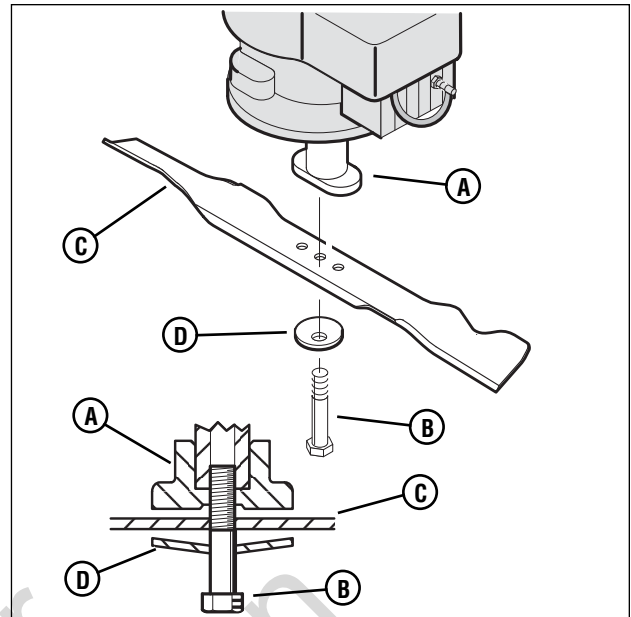

Figura 22: Desmontaje de la cuchilla
Revise frecuentemente la cuchilla en cuanto a desgaste o daño tales como grietas. Revise frecuentemente el perno que sostiene la cuchilla. Mantenga apretado el perno. Si la cuchilla golpea un objeto, detenga el motor. Desconecte el cable de la bujía. Revise el adaptador (A, Figura 22) de la cuchilla en cuanto a daño. Revise en busca de una cuchilla doblada o dañada, una cuchilla gravemente desgastada, u otro daño. Antes de operar la unidad, las piezas dañadas deben reemplazarse con piezas de repuesto de fábrica. Por seguridad, reemplace cada dos años la cuchilla. Mantenga afilada la cuchilla. Una cuchilla que no está afilada provocará que los extremos del césped se vuelvan de color marrón. Desmonte la cuchilla de la siguiente manera.
4. Remueva el perno (B, Figura 22) que sostiene la cuchilla, mediante una llave de 9/16" (14 mm).
5. Revise la cuchilla (C) de acuerdo con las instrucciones de "Servicio de Mantenimiento de la Cuchilla". Reemplace una cuchilla gravemente desgastada o dañada con una cuchilla de repuesto de fábrica.
7. Sujete la cuchilla con la arandela (D) original y el perno. Verifique que el borde exterior de la arandela Belleville está dirigida hacia la cuchilla.